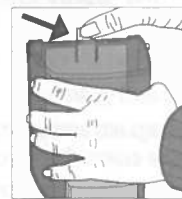

figura 4
1. Retire la tapa (vea la página 1). Empuje el pestillo hacia afuera y despegue el dispensador de la placa posterior. (vea la *figura 4*)